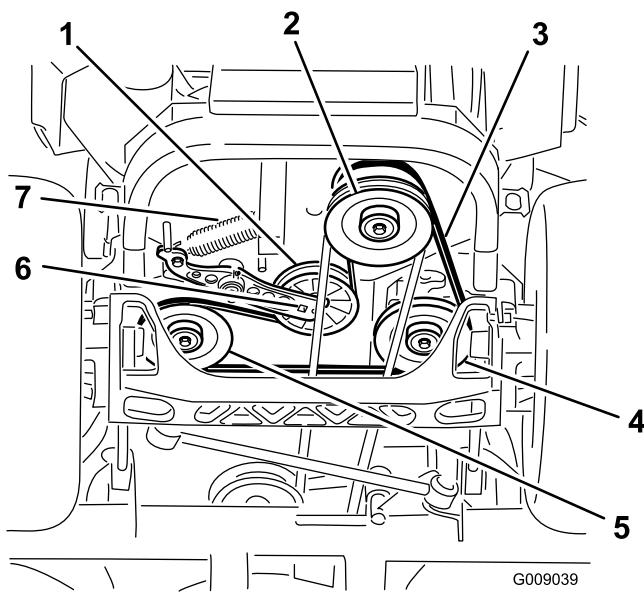

Figura 79
5. Utilice una llave de carraca en el taladro cuadrado del brazo tensor para retirar el muelle tensor (Figura 79).
6. Desenganche el muelle de la polea tensora del bastidor (Figura 79).
9. Utilizando la llave de carraca en el taladro cuadrado del brazo tensor, instale el muelle tensor en el bastidor (Figura 79).
4. Levante la máquina y apóyela sobre gatos fijos (Figura 79).